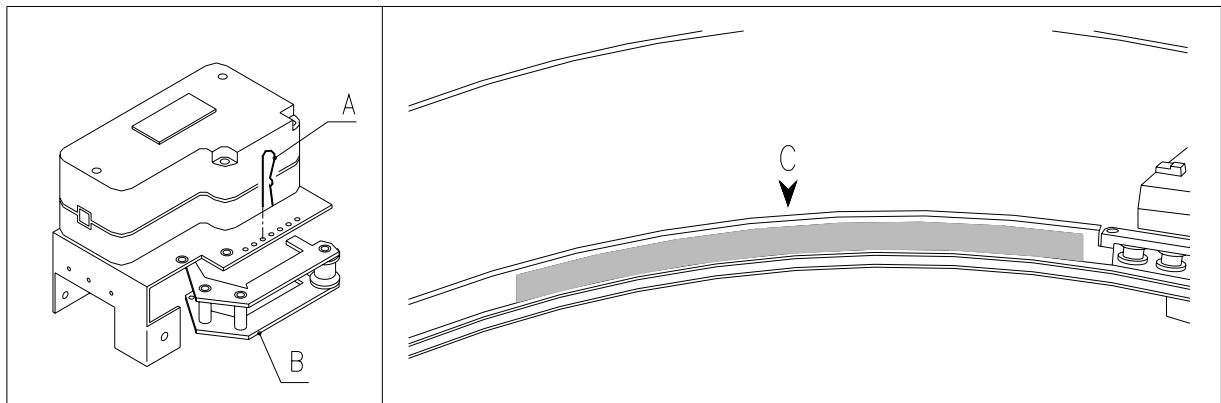

FIG. 15
8.9 SUSTITUCIÓN DE LA CORREA MOVIMIENTO VENTANILLAS (FIG. 15)
- Quitar el pasador de bloqueo de la tensión de la correa interesada, pos. A FIG. 15;
- Extraer por abajo el grupo tensor pos. B FIG. 15 hasta sacarlo del todo;
- Sacar la cuchilla trasera pos. C FIG. 15 (puede haber como opcional);